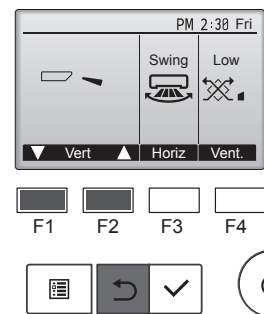

Fig. 7-4
- 2 Appuyez sur la touche [CHOIX] pour afficher l'écran de fonctionnement du volet puis appuyez sur les touches [F1] et [F2] pour contrôler le volet automatique. (Fig. 7-4)